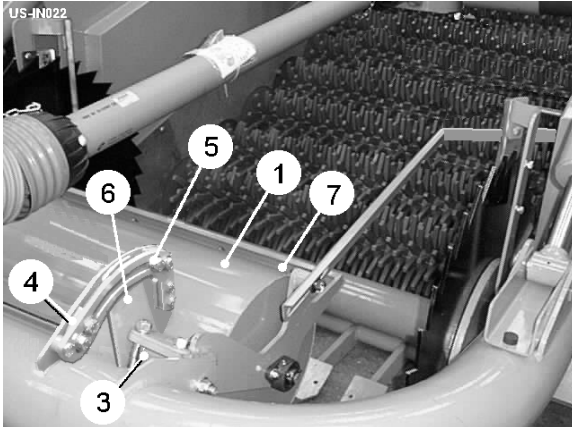
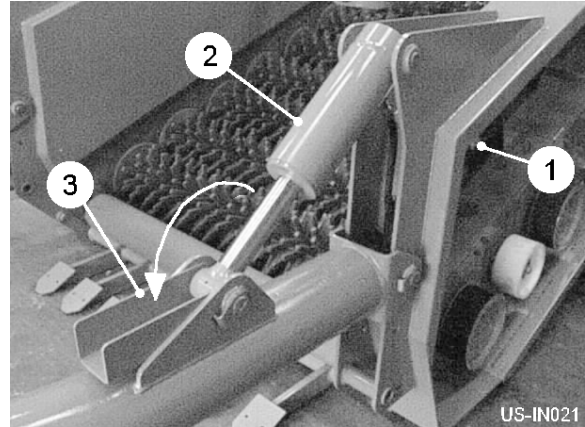

Fig 6
Fig 7
Die automatische Tiefe kontrolliert, daß System sogar Tiefe der Erde im fertigen Bett sicherstellt. Die Tiefenrolle folgt (item 1, fig 6) den Konturen vom vor-gemachten Bett. Die Tiefenrolle (item 2, fig 7) wird mit dem Tiefensensor verbunden und (Stück 1, Feige 7) über der hydraulischen Ventilbank treibt die Tiefenzylinder. Der Tiefenanzeiger, auf dem richtigen Handtiefenzylinder, gibt der Bedienungsperson ein visuelles Anzeichen für die Handlung des spürenden Systemes. Die Zylinderhalteklammern müssen (item 3, fig 7) fest in der Position, die vor das Beginnen von der Arbeit gezeigt wird, sein.
Die Tiefenrolle Rahmendrempunkte auf Gummieinbauten (item 3, fig 6). Ändern Sie die Einbauten, um den Druck zu kontrollieren, den die Rolle auf die Erde ausübt. Der Druckrahmen muß mit der Maschine in der Arbeit gemacht werden, damit die verhältnismäßige arbeitende Position der Rolle und Anteile korrekt ist.
1. Lockern Sie die Front, und rückwärtiger Quadrant hält (item 4 & 5, fig 6) beiderseits der Rolleneinheit.
3. Rücken Sie die Fronthalte gegen (item 4, fig 6) Frontrand der Quadrantenarme vor und (item 6, fig 6) straffen Sie sie.
4. Heben Sie die Maschine und (item 6, fig 6) veranlaßt die Quadrantenarme, (item 4, fig 6) weg von den Fronthalten rückwärts zu rotieren. Rücken Sie die Fronthalte gegen die Quadrantenarme vor und sichern Sie sie. Vor dem Bewegen der Halte, je höher die Maschine, desto größer der Frühlingsdruck wird sein.
5. Stellen Sie in die Arbeit Maschine zurück und bewegen Sie die rückwärtigen Halte (item 5, fig 6) 15mm weg vom Rückwärtigen der Quadrantenarme (item 6, fig 6). This gap allows the depth roller to drop slightly, maintaining digging depth, when the tractor rides out of the bed onto the headland.
Die Spachteln (item 7, fig 6) sollten der Rolle nah sein, ohne es zu foulern.
*Vor dem Transportieren der Maschine auf der Straße, bewegen Sie sich, der Zylinderhalt plattiert (item 3, fig 7).*